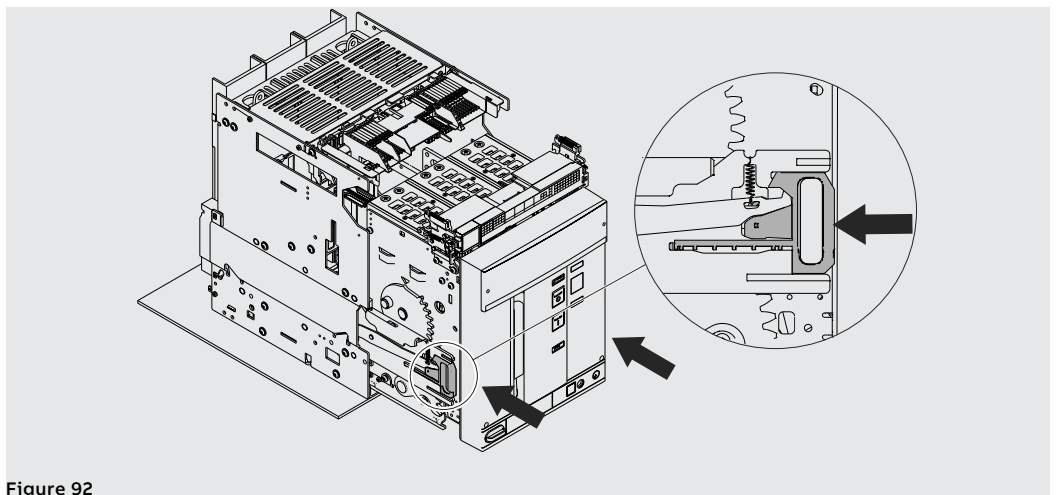

Figure 92
7. Saisir les leviers des glissières de la partie fixe et les pousser jusqu'à ce que la partie mobile arrive en butée. Voir Figure 92.